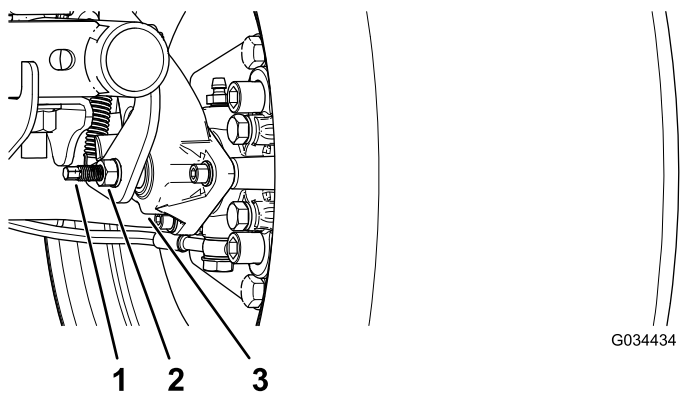

Figura 60
3. Utilizzando 2 chiavi, mantenete fermo il montante di regolazione sulla pinza con una chiave e allentate il controdamo di 1/4 di giro con l'altra chiave (Figura 60).
4. Tenendo fermo il montante di regolazione e il controdamo, girate il montante di regolazione per serrarlo (Figura 60).
5. Tenendo fermo il montante di regolazione e il controdamo, allentate di 1/4 di giro (Figura 60).
6. Tenendo fermo il montante di regolazione e il controdamo, serrate il controdamo (Figura 60).